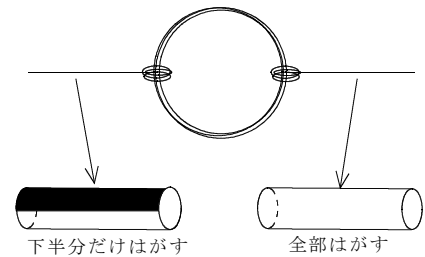

図2 コイル
- 3 紙やすりを用いて、軸の一方はエナメルを全部はがし、もう一方は下半分だけはがす（図2）。